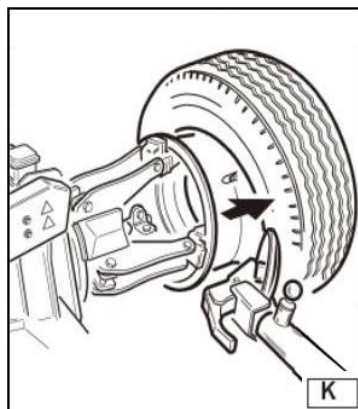

Рисунок 34
- Продолжайте продвигать диск вперед, пока половина шины не будет демонтирована (см. рис. 34).